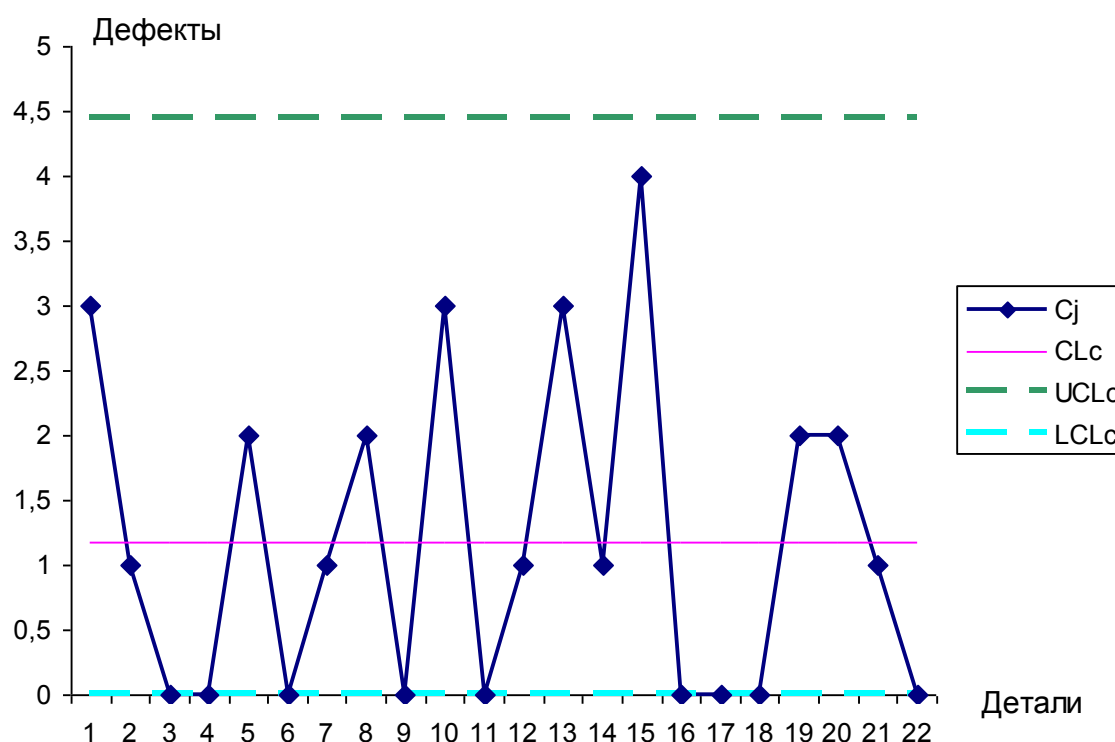

Рис. 16. Контрольная карта числа дефектов в партии
4. Строим график контрольной карты (рис. 16).